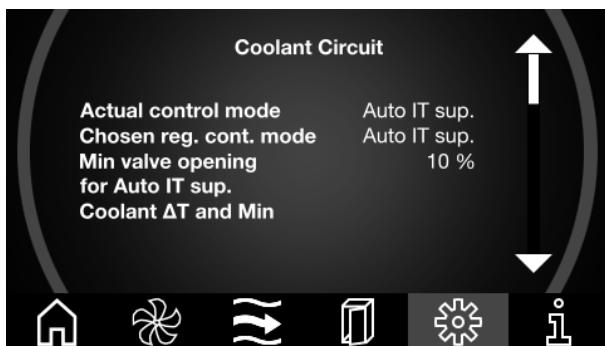

Abb. 117: Bildschirmseite „Coolant Circuit“
- Blättern Sie von der Bildschirmseite „Coolant Circuit“ (Abb. 117) mit den Pfeiltasten auf die dritte Bildschirmseite.